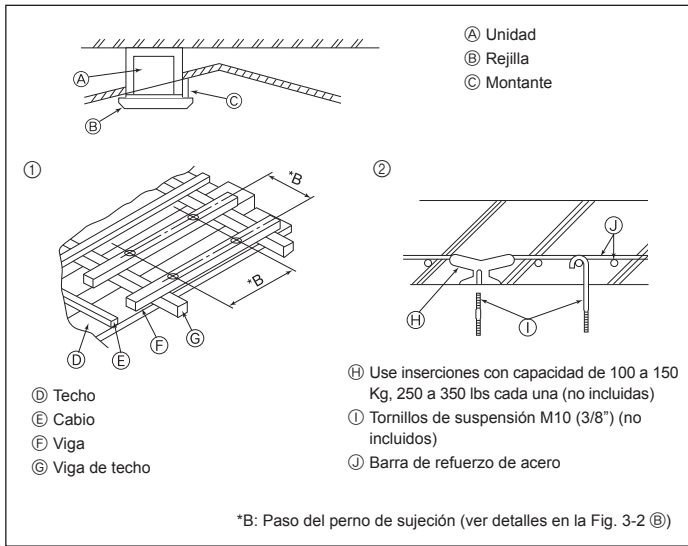

Fig. 3-4
3.4. Estructura de suspensión (Refuerzo de la estructura de suspensión) (Fig. 3-4)
① Estructuras de madera
② Estructuras de hormigón armado